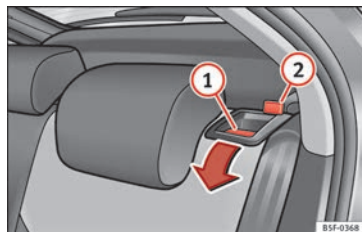

Fig. 154 Levier de déverrouillage du dossier.
- Appuyez sur le levier de déverrouillage » **fig. 154** ① dans le sens de la flèche.
- Relevez le dossier jusqu'à ce qu'il s'encastré correctement » ⚠. Le dossier est enclenché correctement lorsque le repère rouge de la goupille » **fig. 154** ② n'est plus visible.